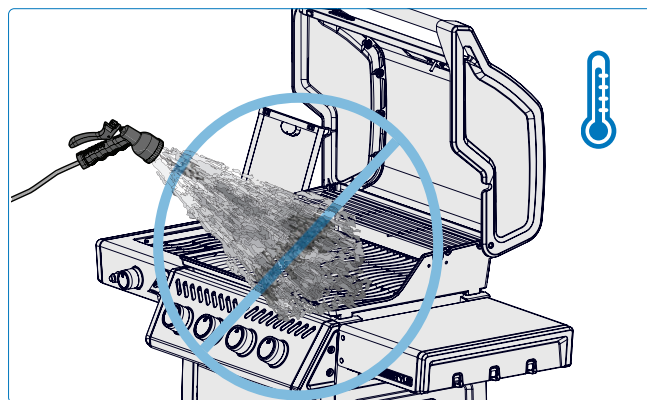

Fig. 28
- Nunca apague una llama ni controle las llamaradas con agua (**Fig. 28**)